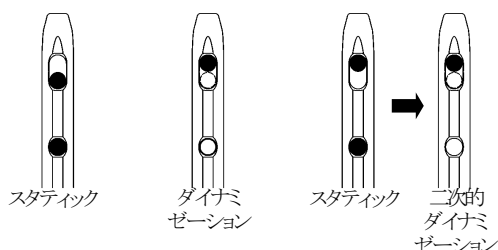

図 32
- 27) ネイル骨幹部には、スタティックホール（丸穴）とダイナミックホール（長穴）が用意されています。骨折の状態により、スタティックかダイナミゼーションを選択します。（図 32）